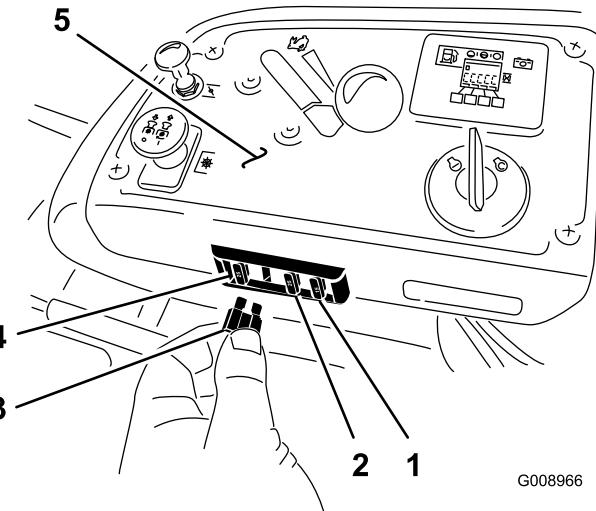

Figura 55
1. I fusibili sono posizionati sulla consolle destra vicino al sedile (Figura 55).
3. Montate un fusibile nuovo (Figura 55).